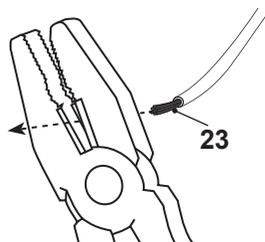

Fig. 5
> Utilisez une pince à dénuder pour retirer 10 à 15 mm d'isolation à l'extrémité du câble. Torsadez fermement les fils (Fig. 5).
- > Coupez le câble périphérique à l'extrémité souhaitée du câble périphérique et utilisez une pince à dénuder pour retirer 10 à 15 mm d'isolation à partir du bout. Torsadez fermement les fils (Fig. 5).